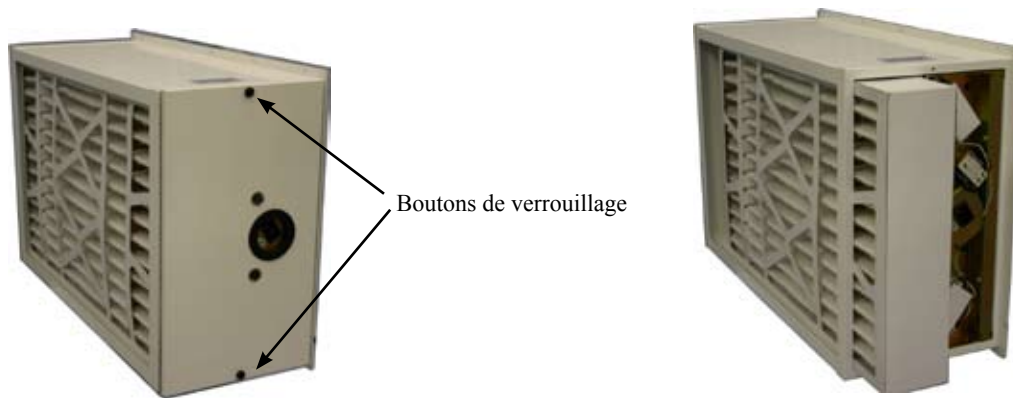

Fig. 1 - Débranchez le cordon d'alimentation de l'appareil HE PS. Dévissez les deux boutons de verrouillage et retirez la porte.
1. Débranchez le cordon d'alimentation de l'appareil HE PS. Dévissez les deux boutons de verrouillage et retirez la porte (Fig. 1)
1. Retirez le filtre comme indiqué précédemment (**Fig. 1, Fig. 2**)